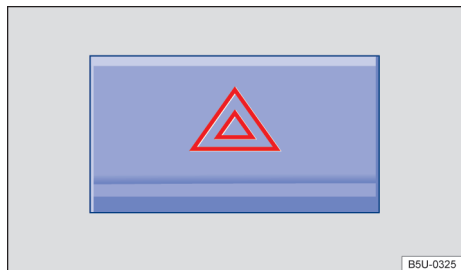

Fig. 150 En la parte superior de la consola central: interruptor de las luces de advertencia.
2. Encender las luces de advertencia con el conmutador ⏏️ → fig. 150.
Las luces de advertencia también pueden apagarse al presionar el conmutador **⚠** en el panel de instrumentos → fig. 150.